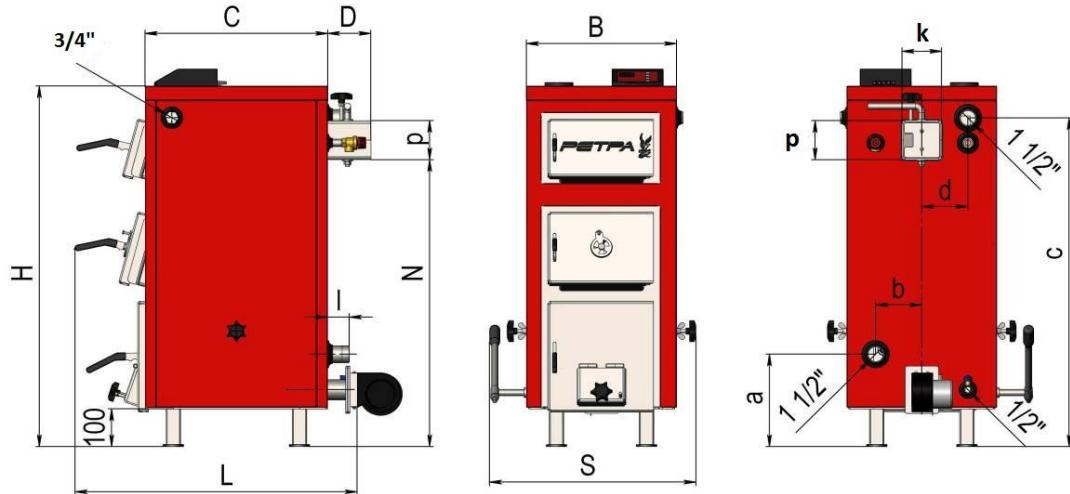

Рис.1.Габаритні та приєднувальні розміри котлів модельного ряду «Ретра-5М» та «Ретра-5М PLUS»
3.2. Габаритні та приєднувальні розміри котлів модельного ряду «Ретра-5М» та «Ретра-5М PLUS» наведені на Рис.1 та таблиці 3.